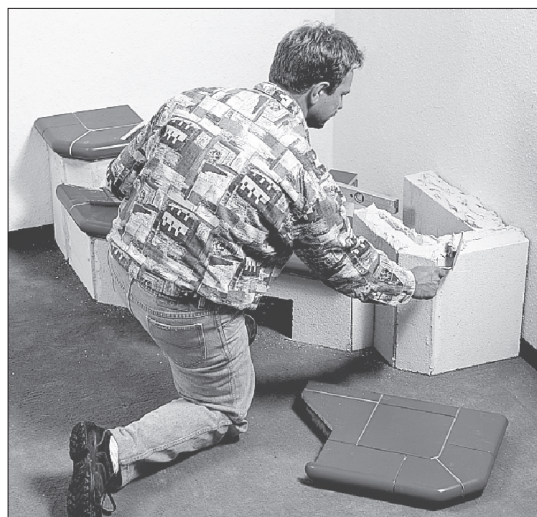

Bild 2-5
- Legen Sie den Untersims bzw. die Bankplatte trocken so auf den Sockel, dass umlaufend ein gleichmäßiger Simsüberstand gegeben ist. (vgl. hierzu auch Bild 2-5).